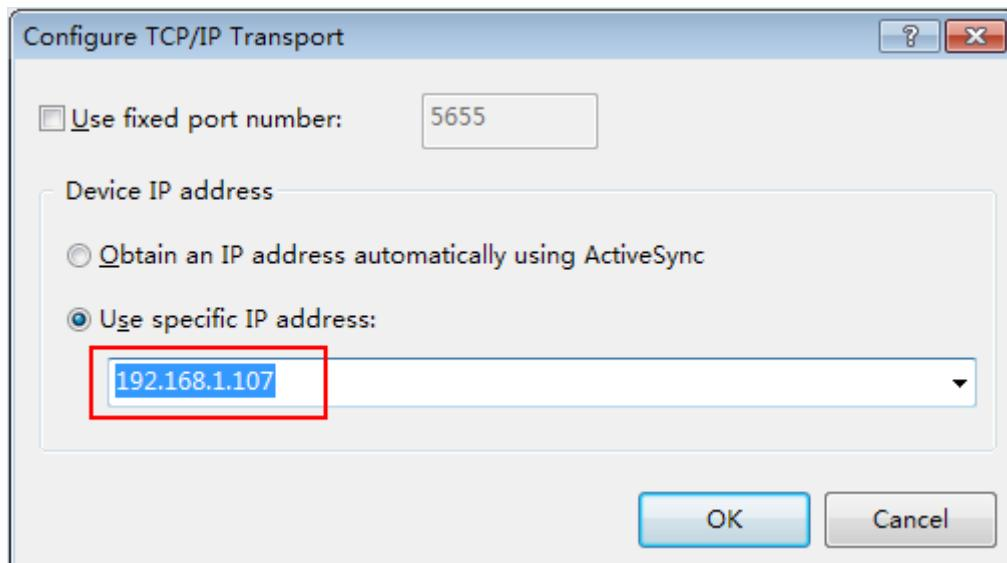

图 4-6
7) 点击 Configure, 出现如图 4-6 窗口, 在 Use specific IP address 下的 IP 地址设置为 ZGT300 的 IP 地址, 点击 OK 直到返回开发界面。